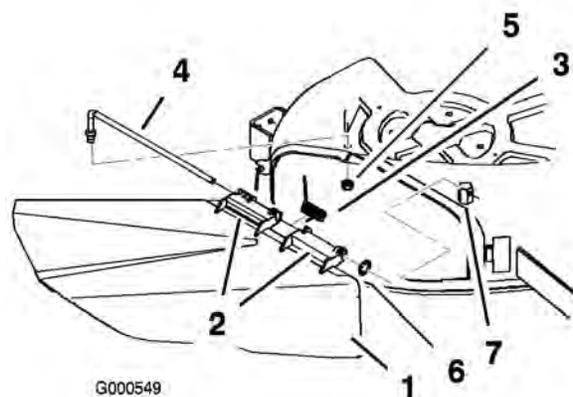

Figure 50
1. Repérez les éléments illustrés dans la Figure 50.
2. Retirez l'écrou (3/8 pouce) de la tige, sous le plateau de coupe (Figure 50).
3. Sortez la tige de la courte cheville de positionnement, de la rondelle-frein intérieure, du ressort et du déflecteur d'herbe (Figure 50). Enlevez le déflecteur s'il est endommagé ou usé.
4. Reposez le déflecteur d'herbe et la rondelle-frein intérieure (Figure 50).
6. Placez le ressort sur la tige, les fils d'extrémité dirigés vers le bas, entre les supports du déflecteur d'herbe. Insérez la tige dans le deuxième support du déflecteur d'herbe et la rondelle-frein intérieure (Figure 50).
7. Insérez la tige à l'avant du déflecteur dans la courte cheville de positionnement sur le plateau. Fixez l'extrémité arrière de la tige dans le plateau de coupe à l'aide d'un écrou (3/8 pouce) (Figure 50).